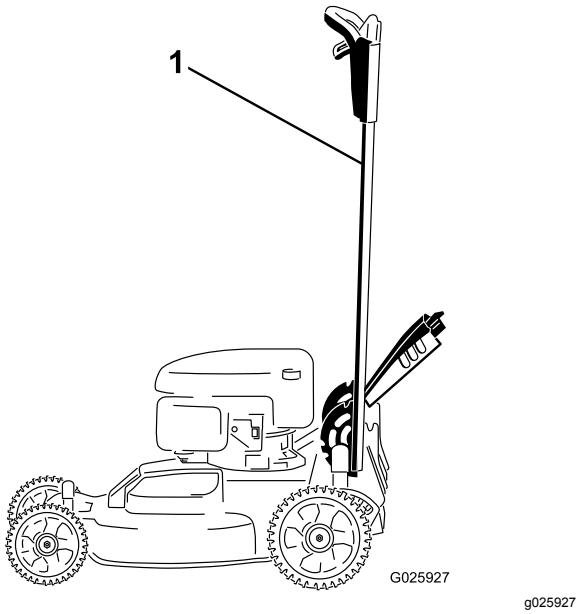

Bild 37
- Arretieren Sie den Holm in der vertikalen Stellung (**Bild 37**), siehe Einstellen der Holmhöhe \(Seite 10\).